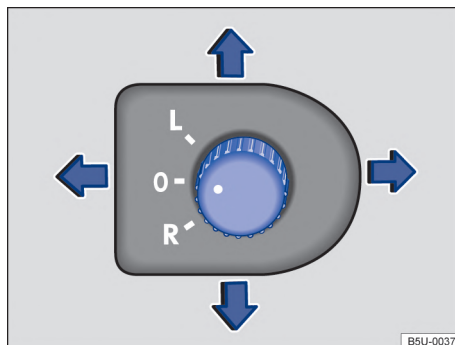

Fig. 71 En la puerta del conductor: interruptor rotativo de ajuste de los espejos retrovisores externos eléctricos.
- Mover el botón de ajuste en el revestimiento de las puertas delanteras → **fig. 71**.
- Girar el mando giratorio en la puerta del conductor hasta el símbolo deseado → **fig. 71**.